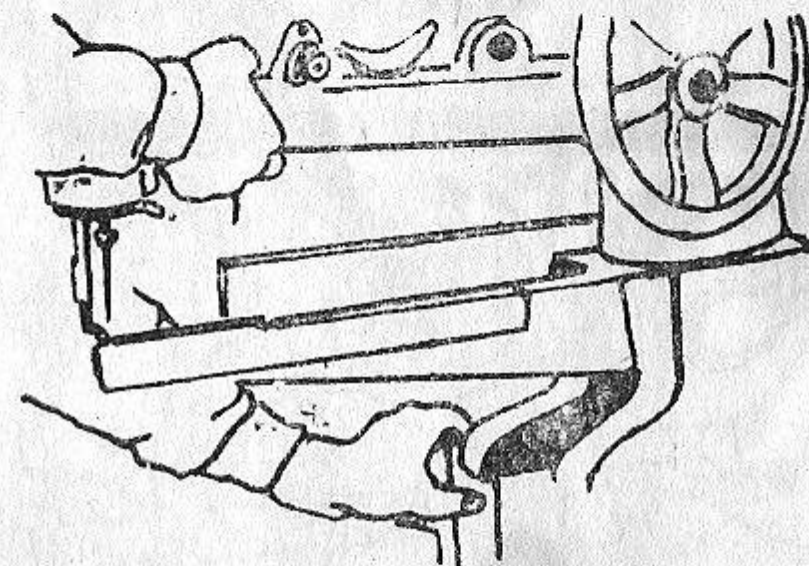

Рис. 9.
6.1.3. Открывают замки верхней крышки: два — с задней стороны ящика, два — с левой стороны и, повертывая всю крышку вместе с правой створкой направо, опускают ее вертикально вниз, как показано на рис. 9.